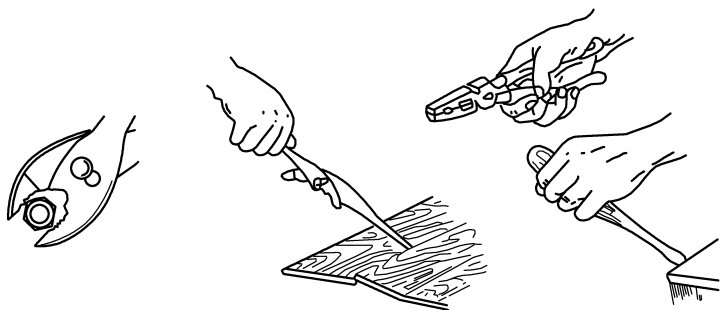

图 2-32 钳子的错误使用
- （4）不能用钳子当锤子用或用钳柄代替撬棒（图 2-32），此外，也不可钳子夹持过热的物件，以免损坏或退火。